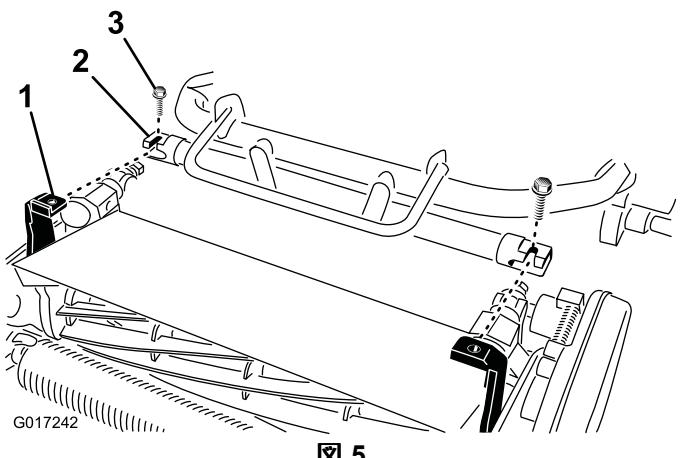

図 5
4. トラクションユニットのフレーム図5を前方に引き出してカッティングユニットのピボットアームに接続する。
5. トラクションユニットのフレームをカッティングユニットのピボットアームに固定する3/8 x 3/4 インチのボルト2本を使用し図5に示すように固定する。